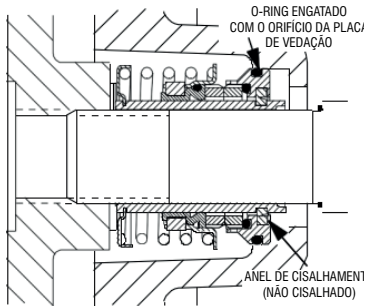

Figura 5. Selo parcialmente instalado
Limpe e inspecione o rotor conforme descrito em Instalação e ajuste do rotor. Instale o conjunto completo de calços do rotor (39) fornecidos com o selo e aparafuse o rotor no eixo até que ele se assente contra o selo (consulte **Figura 5**).